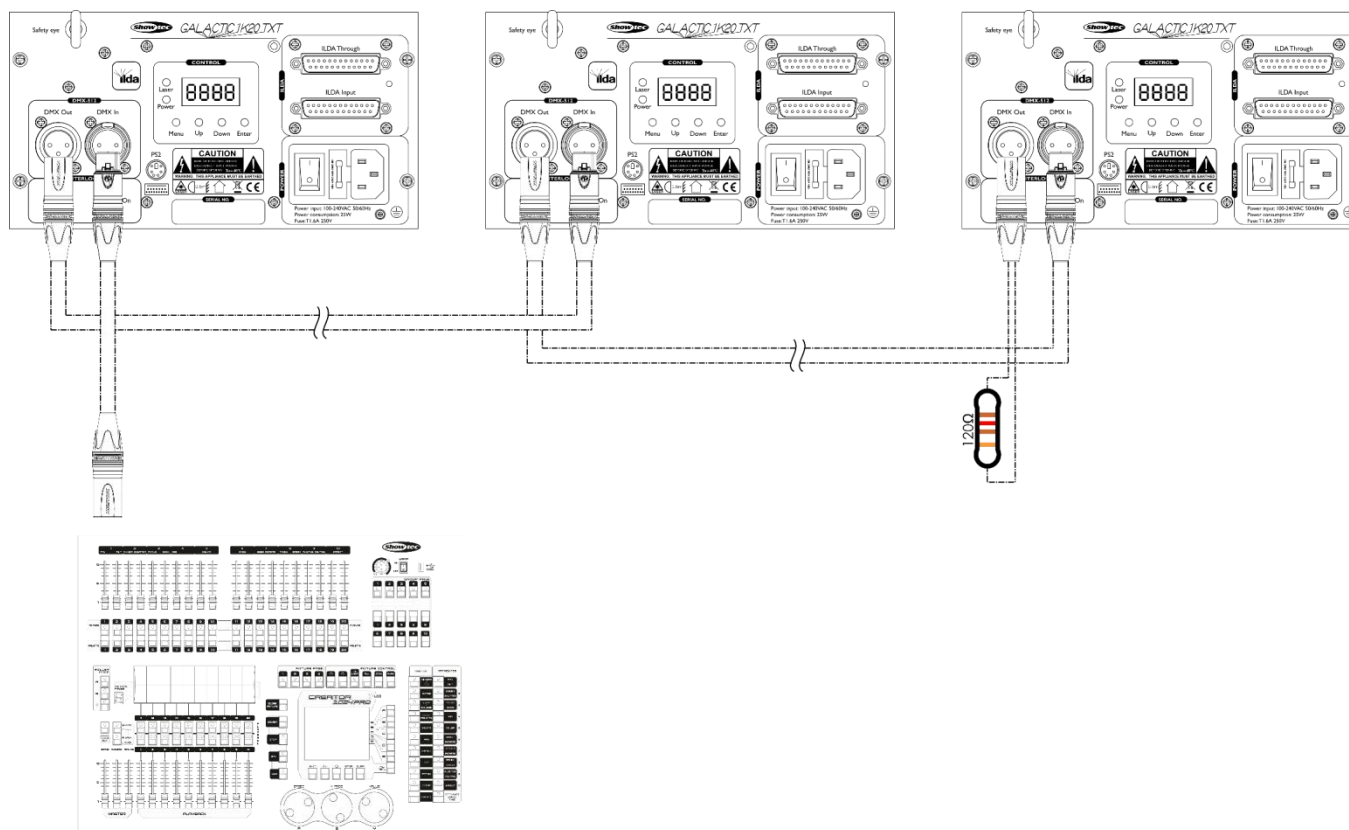

Fig. 04
- 05) Conecte las unidades entre ellas como se indica en la Fig. 04. Conecte un cable de señal DMX que vaya desde el conector DMX Out (salida) de la primera unidad al conector DMX In (entrada) de la segunda unidad. Repita este proceso para interconectar las unidades segunda, tercera y cuarta.